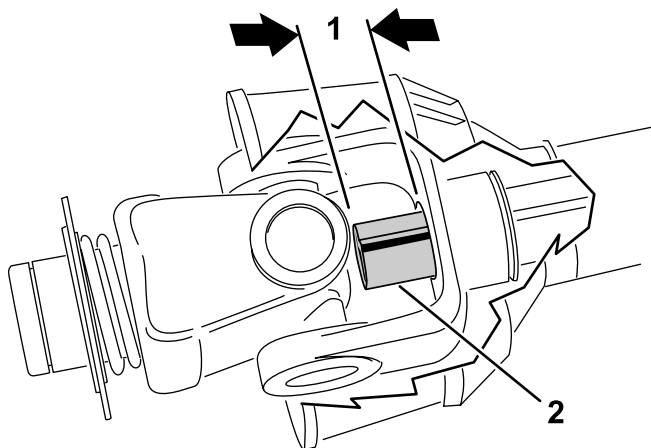

Figura 16
9. Deslize por completo em simultâneo os tubos do veio da tomada de força. Verifique se o tubo **interior** não se projeta para o cruzamento e para a secção do rolamento do outro tubo (**Figura 16**). Se isto acontecer, tem de cortar **mais** do tubo interior - prossiga para o passo seguinte.
10. Meça a distância que o tubo interior se projeta para o cruzamento e para a secção do rolamento do outro tubo (**Figura 16**). Adicione esta distância à dimensão obtida no passo 8.